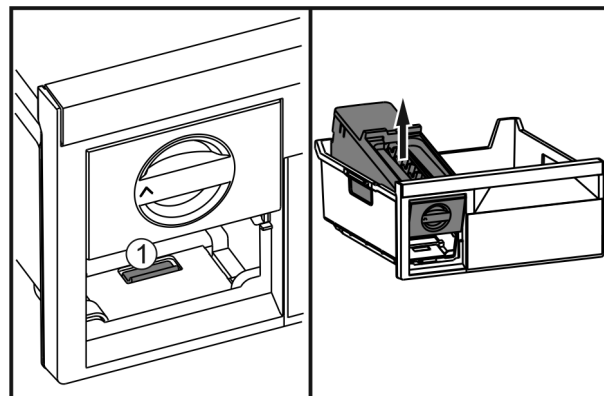

Fig. 51
- Trykk på bøylen Fig. 51 (1), løft opp EasyTwist-Ice bakfra og ta den ut av innfrysningsskuffen.